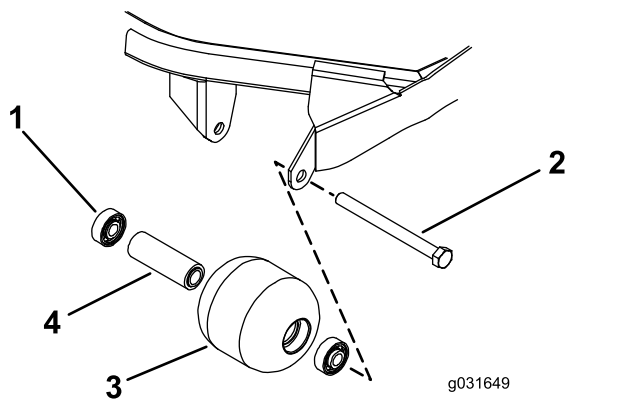

Figura 72
1. Îndepărtați urubul de montare a rolei (Figura 72).
4. Inspectai carcasa rolei, lagărul i distanțierul lagărului pentru a observa dacă sunt deteriorate (Figura 72).
1. Apăsând doar pe calea de rulare exterioară sau în mod egal pe calea de rulare interioară i cea exterioară, apăsați primul rulment în carcasa rolei (Figura 72).
2. Introduceți distanțierul (Figura 72).
3. Apăsând doar pe calea de rulare exterioară sau în mod egal pe calea de rulare interioară i cea exterioară, apăsați cel de-al doilea rulment în carcasa rolei până când intră în contact cu distanțierul (Figura 72).